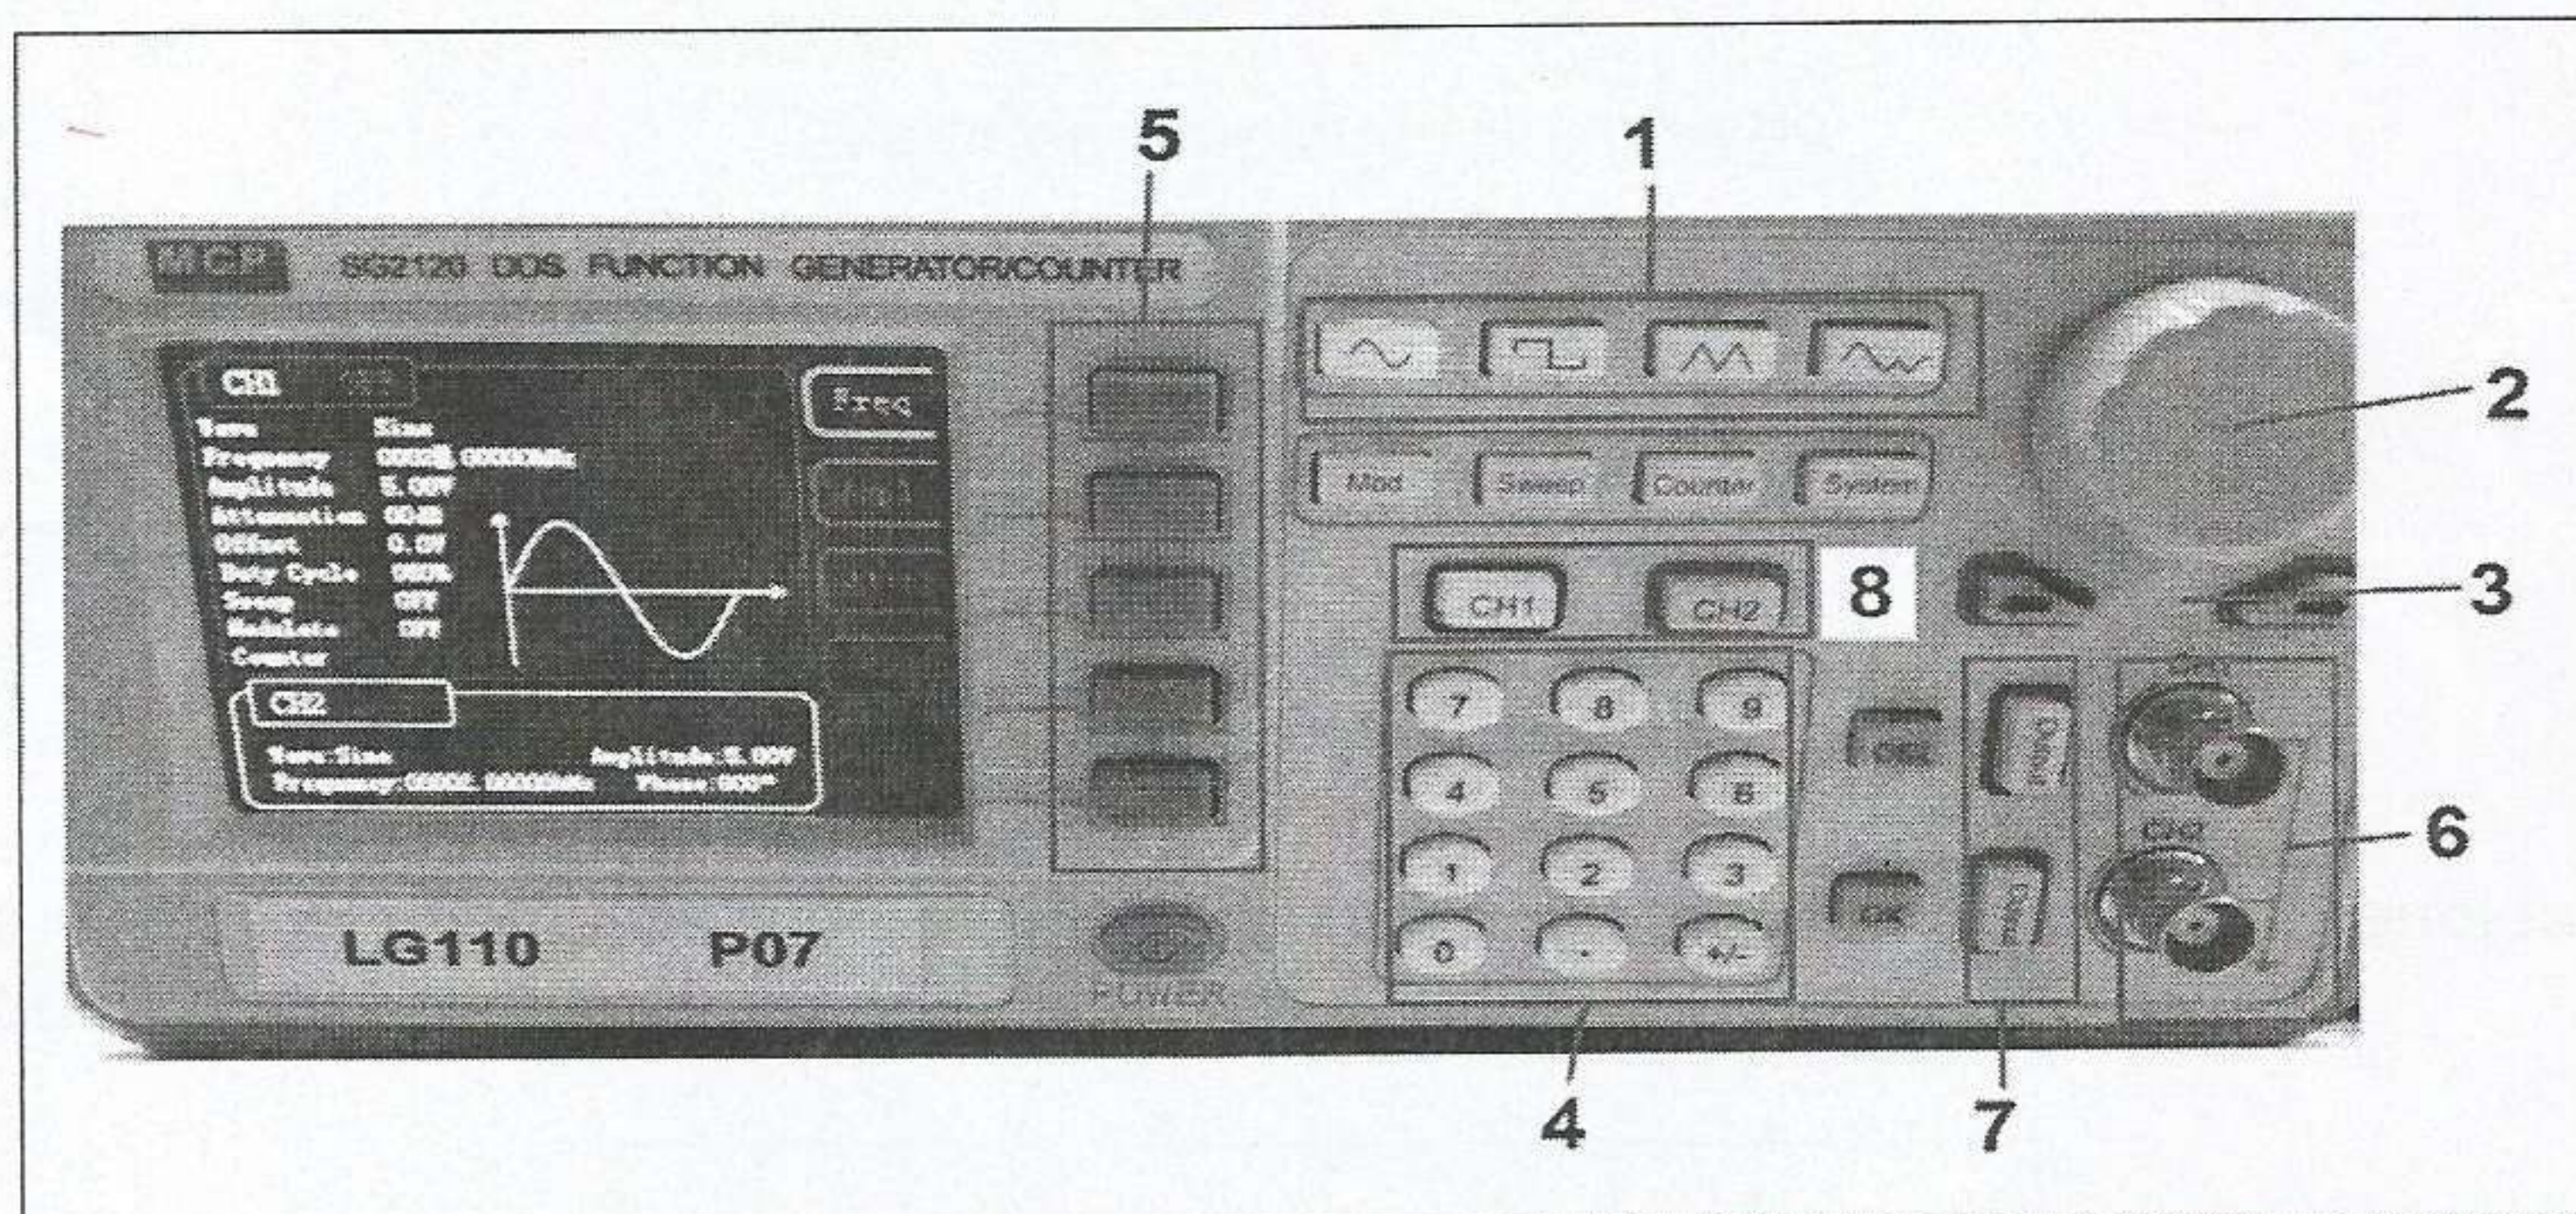

Figura 1. Descripción pantalla del generador de señal.
Paso 2. Según lo visto en el paso 1, describir cada uno de los controles del generador de señal. (Figura 1).